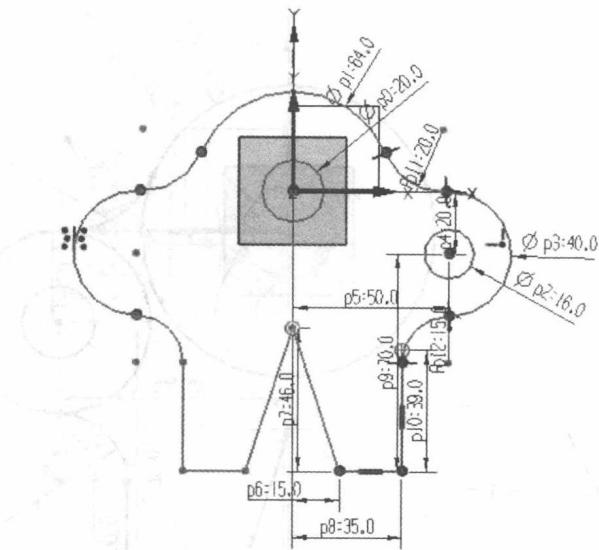

图 1-25 修剪完成图
(11) 点击快速修剪 ，点击要修剪的曲线，完成图如图 1-25 所示。